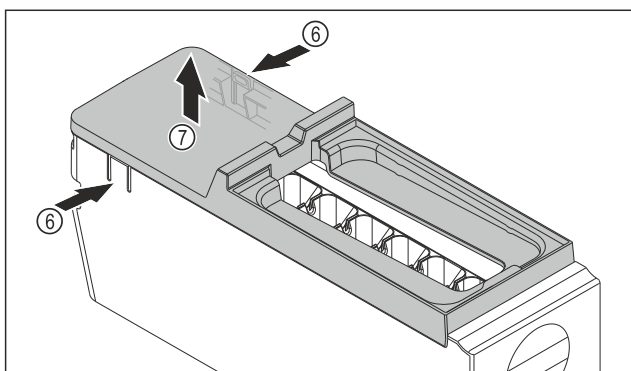

Fig. 173
- ▶ Noņemiet EasyTwist-Ice korpusa pārsegu: Spiediet mēlītes Fig. 173 (6) EasyTwist-Ice korpusa abās pusēs ar vienu roku.
- ▶ Noņemiet pārsegu Fig. 173 (7) virzienā uz augšu ar otru roku.